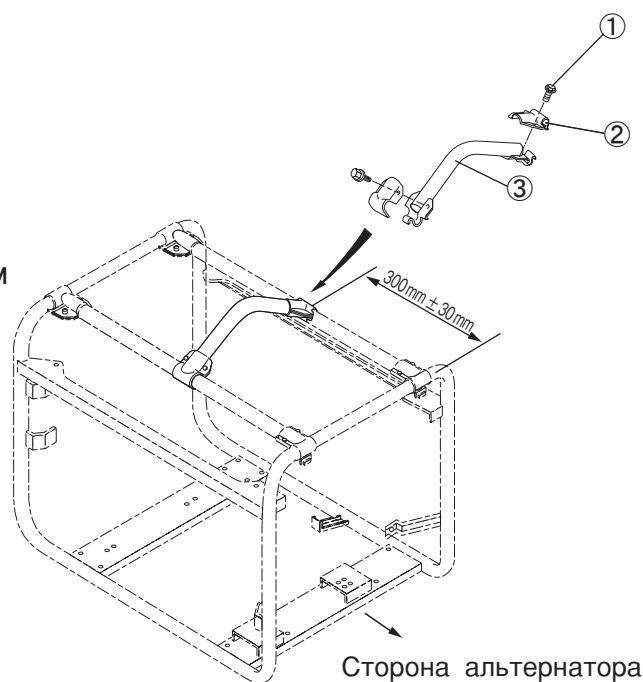

Рис. 14
1. Размещение переносной рукоятки ③ в месте расположения центра тяжести генератора изображено на рис.14.
2. Закрепите концы монтажных скоб ② в отверстиях переносной рукоятки ③ и зафиксируйте их 4-мя болтами M6x15 мм ①. Надежно затяните болты.